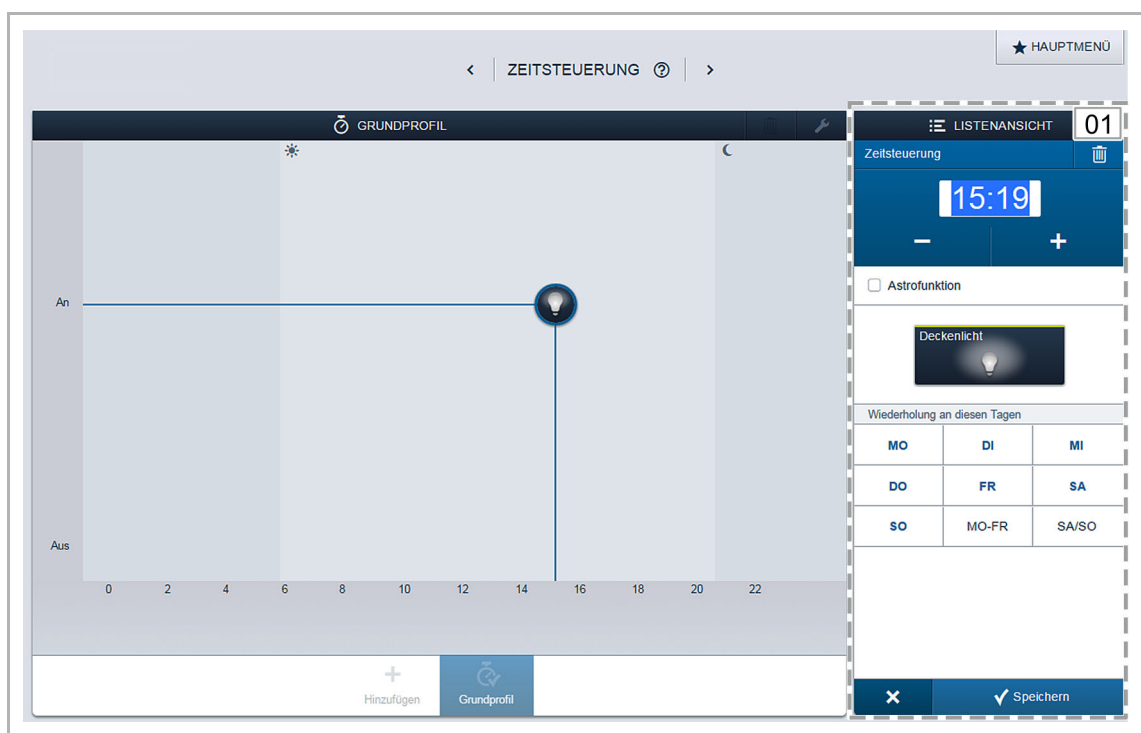

Abb. 37: Zeitstrahl – Detailansicht
Durch Auswahl eines bestimmten Schaltereignisses wechselt die Ansicht in die Detailansicht (Abb. 37). Hier kann die Schaltzeit angepasst werden. Ebenso können die Wochentage definiert werden, an denen das Ereignis wiederholt werden soll. Oder es kann die Schaltung über die Astrofunktion aktiviert werden.
- Um die Schaltzeiten für ein Gerät oder eine Szene zu definieren, ziehen Sie es per Drag & Drop auf den Zeitstrahl (siehe Abb. 37).